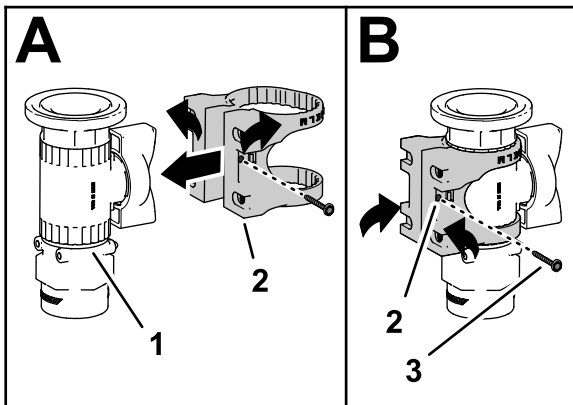

图 18
- 如 图 18 中的 A 所示将阀安装座装到切断阀上。
- 用凸缘头螺丝 6 号将阀安装座固定至控制阀然后用手拧紧螺丝 图 18 中的 B。